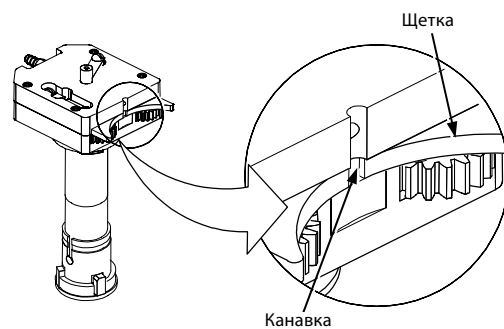

Рисунок 35. Осмотр щетки
9. Осмотрите щетку. См. рисунок 35.